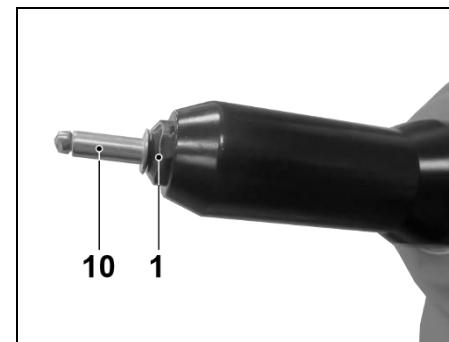

Рис.2
6.4.3. Установите правильно подобранную заклётку (10) сердечником в насадку (1) до упора как показано на Рис.2.